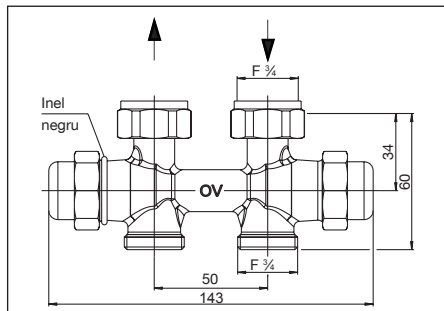
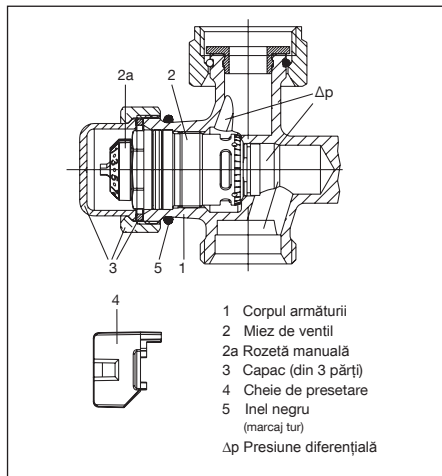
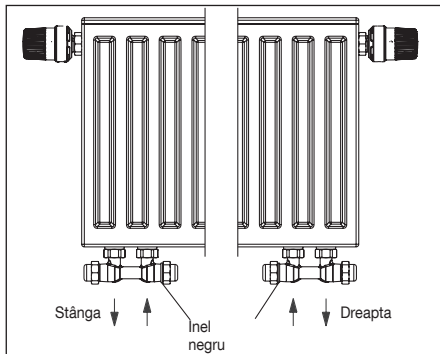

Fig. 3 Model drept
Fig. 5 Structura regulatorului de debit
Fig. 6 Racordarea pe stânga / dreapta
Debitul maxim poate fi reglat cu ajutorul cheii de presetare (poz. 4, fig. 5) (vezi punctul 6.2.1).
După conectarea aparatului de măsurare, se măsoară presiunea diferențială la corpul robinetului. În acest scop, se deșurubează mai întâi capacul (poz. 3, fig. 5), iar apoi se deșurubează miezul de ventil (poz. 2, fig. 5) cu ajutorul unelei „Demo-Bloc” și se măsoară în continuare presiunea diferențială cu ajutorul tijei de măsurare. De îndată ce valoarea măsurată este egală sau mai mare decât presiunea diferențială Δp min. (vezi 4.1), presiunea diferențială este suficientă pentru reglarea automată a debitului cu ajutorul armăturii.
Sensul de curgere prin robinetul „Multiflex FQ“ trebuie să fie cel specificat (vezi fig. 3, 4 și 6). Este obligatorie respectarea poziției racordului de tur și retur. Țeava de tur trebuie racordată la armătură pe partea regulatorului de debit, marcată cu un inel negru (poz. 5, fig. 5). Robineții colțari sunt disponibili în variantele pentru racordare pe partea stângă sau dreaptă (pentru racordare vezi fig. 6).
2. Deșurubați de pe corpul robinetului miezul de ventil „QA“ (poz. 2, fig. 5) și miezul de izolare „Combi LR“ de pe partea opusă folosind o cheie mărimea 19.
4. Demontați inelul negru (poz. 5, fig. 5) ce servește la marcarea racordului de tur și montați-l pe partea opusă (miezul de ventil „QA“).
Conductele trebuie instalate paralel și nu au voie să fie tensionate. Este obligatorie respectarea poziției racordului de tur și de retur pentru ca sensul de curgere prin armătură să fie cel corect. Partea la care trebuie racordată conducta de tur este marcată pe armătură cu un inel negru (poz. 5, fig. 5).
Se îndepărtează mai întâi capacul de pe tur (marcat cu inel negru, poz. 5, fig. 5).
Se efectuează presetarea dorită cu ajutorul cheii de presetare (poz. 4, fig. 5). Presetarea se poate efectua doar prin poziționarea cheii de presetare aferente pe rozeta manuală (poz. 2a, fig. 5). Acest lucru protejează robinetul împotriva manipulării de către persoane neautorizate.
1. Îndepărtați capacul de pe tur (marcat cu inel negru, poz. 5, fig. 5).
Miezul de ventil (poz. 2, fig. 5) se poate deșuruba de pe corpul armăturii (poz. 1, fig 5) cu ajutorul unelei „Demo-Bloc”, fără a fi necesară golirea instalației.